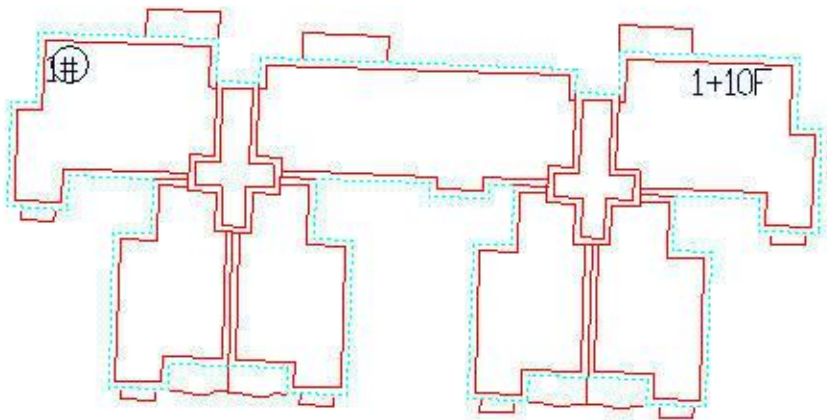

图 15-8
4、选择“日照建模/建筑”功能。根据命令行提示选择 1 号楼的外轮廓线（虚线框）；如图 15-8；